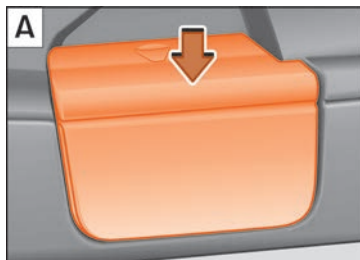

Abb. 142 Abdeckung der Aufnahme der Gepäckraumabdeckung abnehmen A und sicher verstauen B.
- Abdeckungen der Aufnahmen in den Seitenverkleidungen abnehmen » **Abb. 142** A. Dazu von oben auf die Abdeckung drücken (Pfeil) und Abdeckung abziehen.
- Öffnen Sie das Ablagefach in der Seitenverkleidung hinten links im Gepäckraum »» Seite 163 und hängen Sie die Gepäckraumabdeckung an der Rückseite des Ablagefachdeckels ein »» Abb. 142 B.